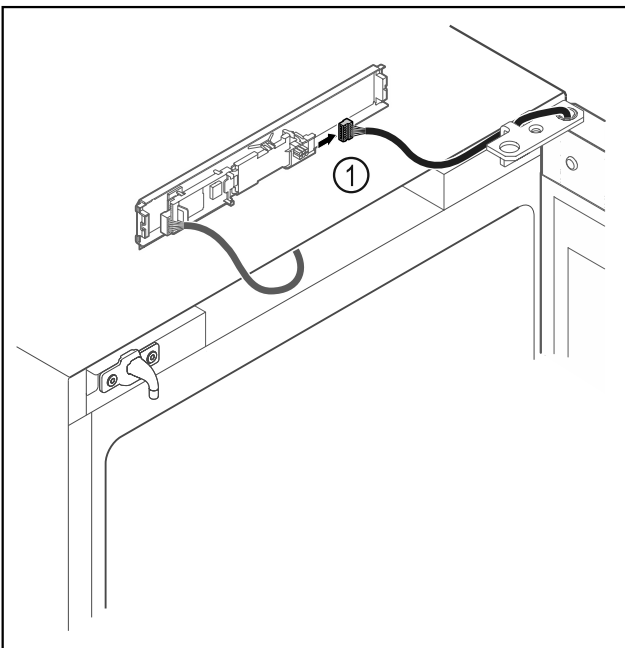

Fig. 12
- ▶ Αποσυνδέστε το φιν Fig. 12 (1) από την πλακέτα.